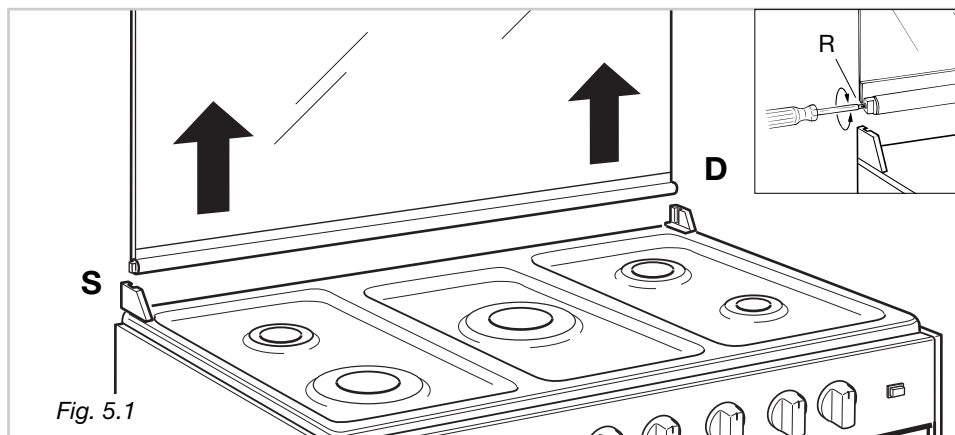

Fig. 5.1
- nella sede destra deve essere montata la cerniera con la stampigliatura **D** mentre nella sede sinistra la cerniera con la stampigliatura **S** (Fig. 5.1).
Eventualmente registrare la taratura delle molle delle cerniere ruotando le viti **R** in senso orario (fig. 5.1).